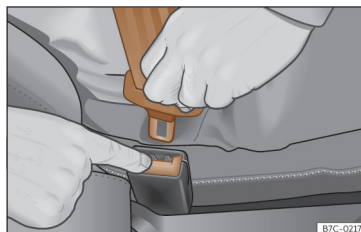

Fig. 20 Soltar a lingueta do fecho do cinto.
- Pressione o botão vermelho do fecho >>> **Fig. 20.** A lingueta saltará do fecho.